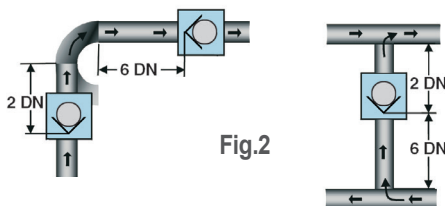

Fig.2
-  Respecter le sens de montage des clapets. Fig.2
- Respecter les distances d'installation. Fig.2
-  Respect the assembly direction Fig.2
- Respect the distances Fig.2
-  Respetar el sentido de montaje Fig.2
- Respetar las distancias Fig.2
-  Соблюдайте минимальные монтажные расстояния между клапаном и другими элементами трубопровода. Fig. 2
-  - Beachten sie die Montagerichtung Fig.2
- Beachten sie die entfernungen Fig.2
-  - Respeeteer de montagerichting Fig.2
- Respeeteer de afstanden Fig.2
-  - Respeitar o sentido de montagem das válvulas – Fig. 2
- Respeitar as distâncias de instalação – Fig.2